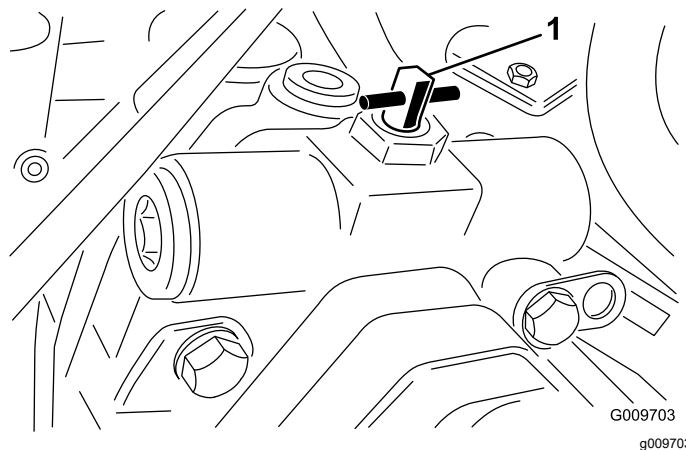

Figura 43
3. Girate la valvola di 90° (1/4 di giro) in qualsiasi direzione per aprirla e consentire al fluido di effettuare il bypass internamente (Figura 43).
2. Girate la valvola di 90° (1/4 di giro) in qualsiasi direzione per aprirla e consentire al fluido di effettuare il bypass internamente (Figura 43).